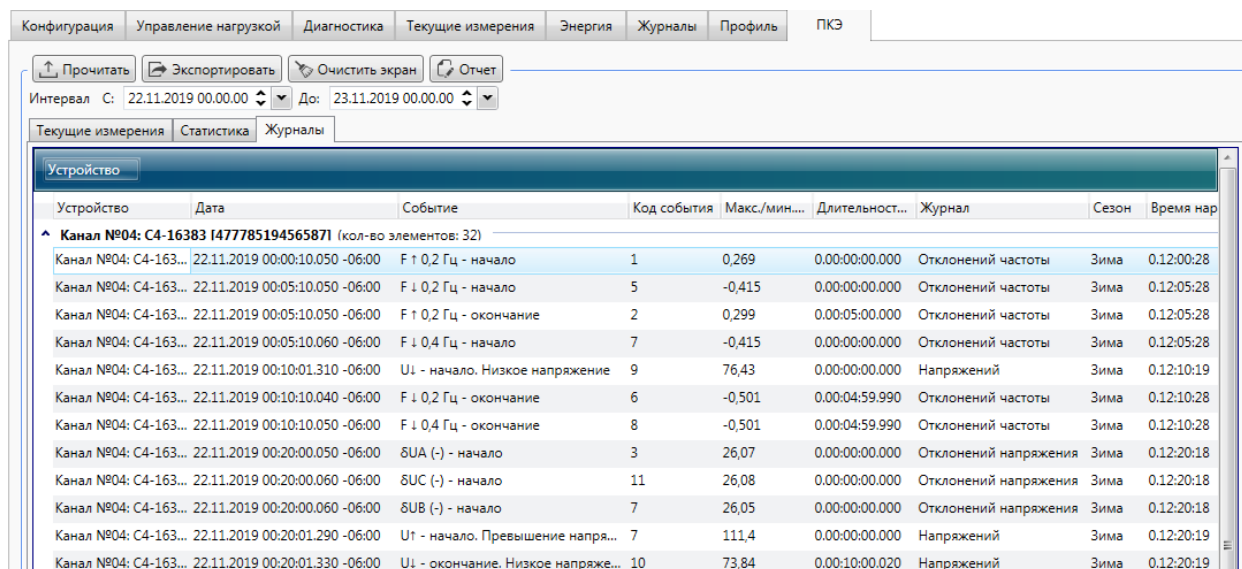

Рисунок 9.51 – Просмотр журналов отклонений напряжения и частоты
9.6.6.4 Для просмотра журналов отклонений напряжения и частоты необходимо перейти на вкладку *ПКЭ* области параметров программы КОНФИГУРАТОР и затем на вкладку *Журналы* (рисунок 9.51).